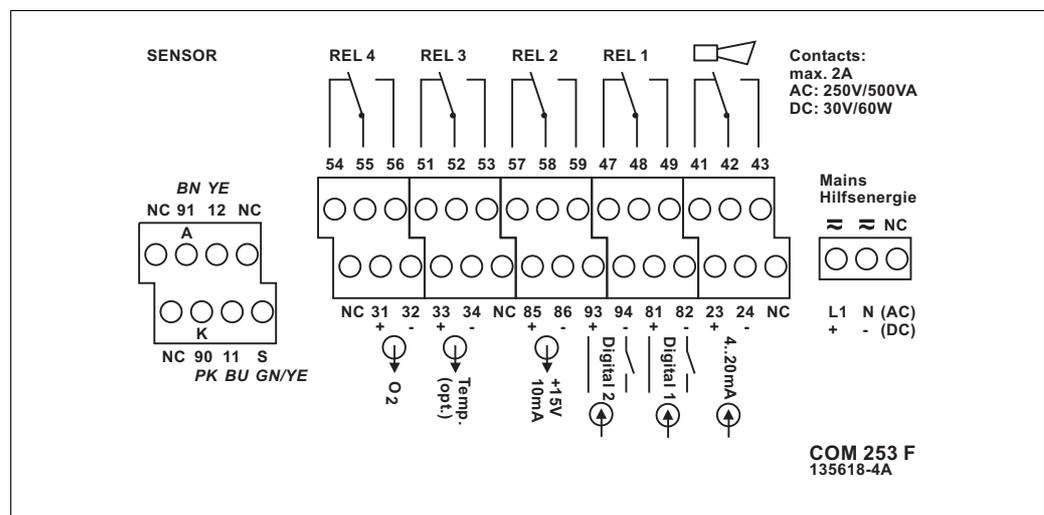

Fig. 12 : Etiquette du compartiment de raccordement de l'appareil de terrain
3. Raccordez les câbles conformément à l'occupation des bornes (voir Fig. 12).